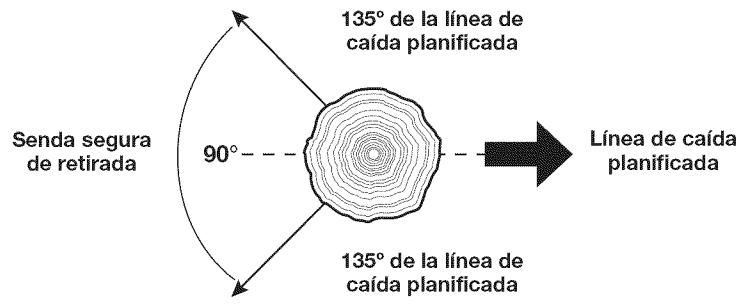

Fig. 10
- Determine una senda de escape rápida y segura. Despeje el área alrededor del árbol y compruebe que no haya obstrucciones que bloquen la senda de escape. Establezca un corredor de escape en un ángulo de 90°, aproximadamente a 135° de la línea de caída (Fig. 10).